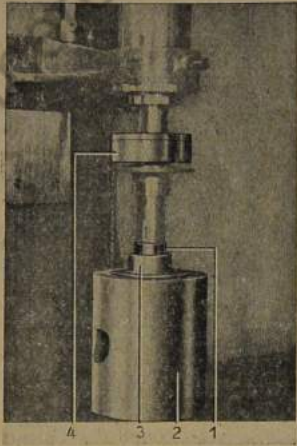

Bild 375: Laufbuchse zum Schrägrad für 4. Gang aufpressen
1. Laufbuchse (374/21), zum Schrägrad für 4. Gang aufpressen (Bild 375).